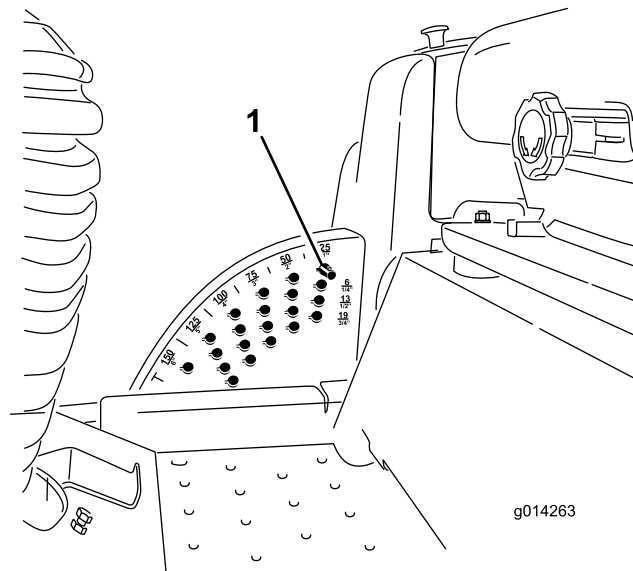

Рисунок 16
положении, поднимите деку на высоту более 15 см, извлеките стопорный штифт высоты скашивания (см. «Регулировка высоты скашивания») и установите его в положение, соответствующее высоте скашивания 15 см (Рисунок 16).
1. При работающем двигателе передвигайте переключатель подъема деки назад, пока дека газонокосилки не поднимется полностью, а затем **немедленно отпустите переключатель** (Рисунок 16).
2. Чтобы отрегулировать высоту скашивания, поверните стопорный штифт так, чтобы его выступы совпали с прорезями в отверстиях кронштейна высоты скашивания, и вытащите штифт (Рисунок 16).
3. Выберите отверстие в кронштейне высоты скашивания, соответствующее необходимой высоте скашивания, вставьте штифт и, нажимая на него, поверните так, чтобы он зафиксировался в отверстии (Рисунок 16).
**Примечание:** На кронштейне есть четыре ряда отверстий (Рисунок 16). Верхний ряд дает вам высоту скашивания, указанную над штифтом. Второй ряд дает вам указанную высоту скашивания, плюс 6 мм. Третий ряд дает вам указанную высоту скашивания, плюс 12 мм. Четвертый ряд дает вам указанную высоту скашивания, плюс 18 мм. Для положения 15,8 см есть только одно отверстие, расположенное во втором ряду. Это положение соответствует высоте скашивания 15,8 см, и к нему не добавляется 6 мм.